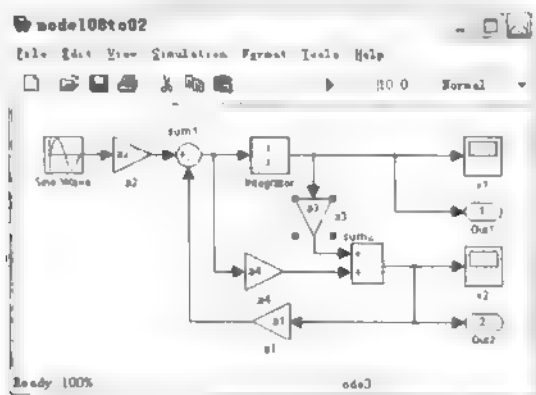
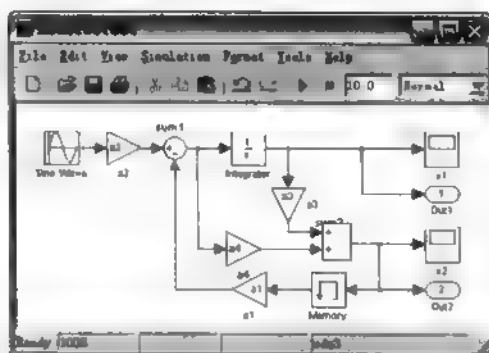

图 8.4 具有代数环的系统模型
图 8.6 添加记忆模块的 Simulink 模型
(1) 用 Simulink 建立方程组模型, 保存为 model08to02.mdl, 如图 8.4 所示。
利用 Memory 模块消除代数环。在图 8.4 所示 Simulink 模型的基础上, 添加一个记忆环(Memory)模块, 保存为 model08to04.mdl, 如图 8.6 所示。